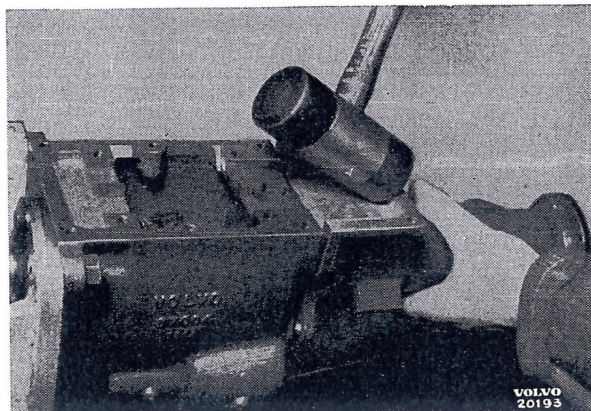
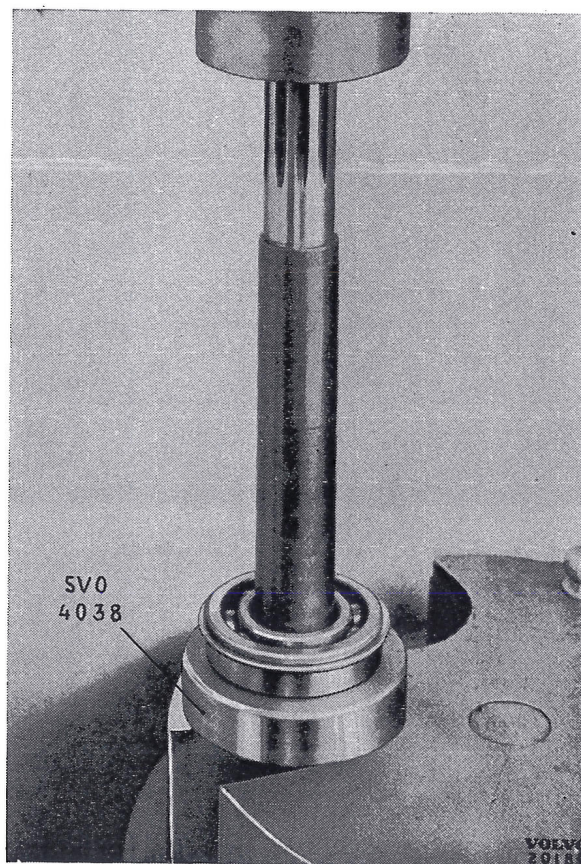

Bild 10. Demontering av bakre lock.
Bild 13. Demontering av lager på huvudaxel.
3. Lyft upp skiftaxeln (9) för 2:ans och 3:ans växlar. Den andra skiftaxeln följer då med. Tag bort spärnkulan.
4. Tag bort de fyra skruvarna för bakre locket och drag loss detta jämte axel, eventuellt med tillhjälp av en gummiklubba, se bild 10. Lyft ur främre synkroniseringskonan, som nu ligger lös.
5. Tag bort låsringen (8) med låsringstång och drag ut huvudaxeln. Synkroniseringsanordningen, tvåans dräv samt skjutbara kugg-hjulet för ettan och backen kan därefter lyftas ur.
6. H 5—H 6: Tag loss muttern och drag av medbringaren med avdragare SVO 2261 för PV 444, 445, 544 och SVO 2262 för P 1200. Pressa lagret av huvudaxeln. Använd SVO 4038 som underläggsring, se bild 13.
7. Tag loss låsbrickan för back- och mellan-axel. Mellanaxeln (30), drives ut bakåt med hjälp av dorn SVO 4135. Driv ut axeln helt. Mellanaxelhjulet faller därvid ned i botten. Detta är nödvändigt för att ingående axeln skall kunna demonteras.
8. Lossa lagerlocket (2) i främre änden på växellådan. Driv ut ingående axeln (1) framåt med hjälp av dorn SVO 4135 och
4038 användes som underlägg, bild 13.